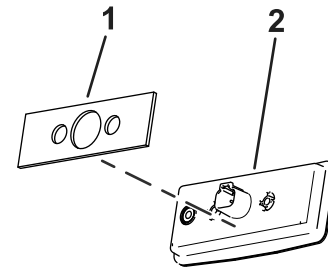

Figura 10
2. Aplique la junta de la luz trasera a la luz de advertencia trasera (Figura 10).